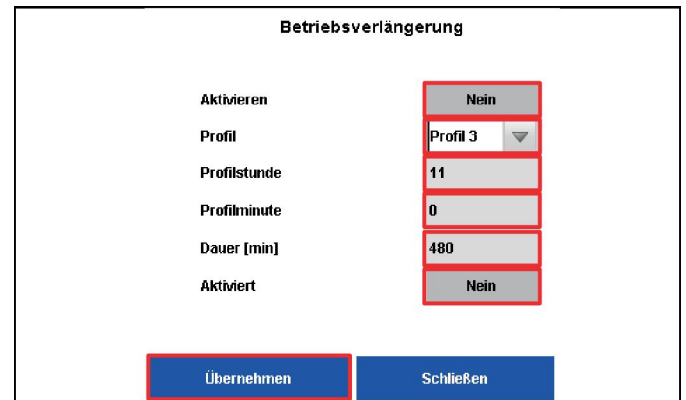

Abb. 40: Betriebszeitverlängerung einstellen
- ▶ Die Betriebsverlängerung durch Drücken der Schaltfläche „Aktivieren“ ( Abb. 40 ) einschalten.
- ▶ Das Auswahlfeld „Profil“ ( Abb. 40 ) drücken und ein eingestelltes Profil auswählen.
- ▶ Die Auswahlfelder „Profilstunde“ und „Profilminute“ ( Abb. 40 ) markieren.
- ▶ Das Auswahlfeld „Dauer“ ( Abb. 40 ) markieren und die Dauer der Betriebszeitverlängerung in Minuten eintragen.
- ▶ Die Schaltfläche „Übernehmen“ ( Abb. 40 ) drücken.